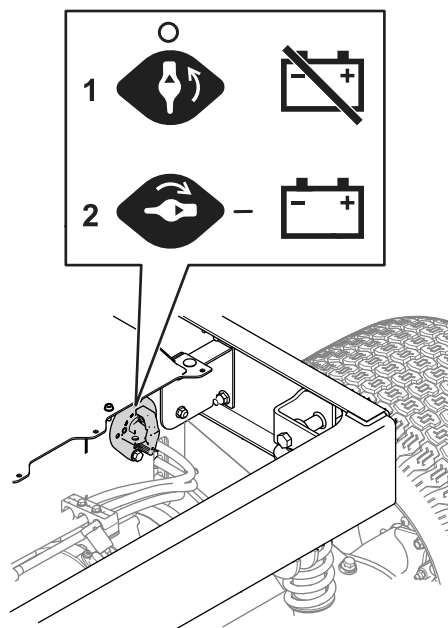

Figura 36
- Mueva el interruptor de desconexión de las baterías a la posición deseada, como se muestra en la Figura 36.